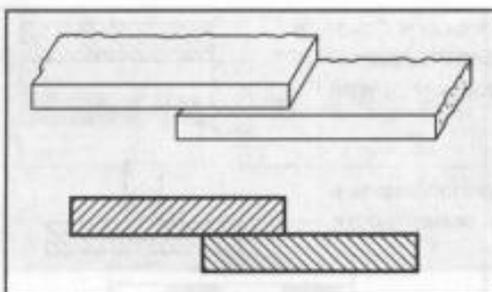

Рис. 16
**Нахлесточным** называется сварное соединение, в котором свариваемые элементы расположены параллельно и перекрывают друг друга (рис. 16).